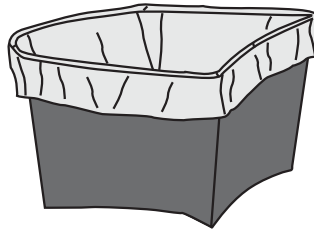

Abb. 5
**Tipp:** Um die Reinigungsarbeiten aufs Minimum zu reduzieren empfehlen wir, einen biologisch abbaubaren Plastikbeutel in den Tresterbehälter zu geben und den Beutelrand nach außen zu biegen (siehe Abb. 5). Dieses System ermöglicht es, die Abfälle nach Beendigung der Arbeit direkt in die Behälter für Flüssigabfälle zu entsorgen.